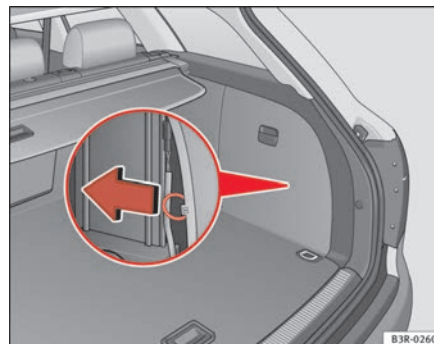

Fig. 169 Bagagliaio: Sbloccaggio d'emergenza dello sportello del serbatoio
- Tirare l'anello per sbloccare il tappo del serbatoio ⇒ **fig. 169**. ■